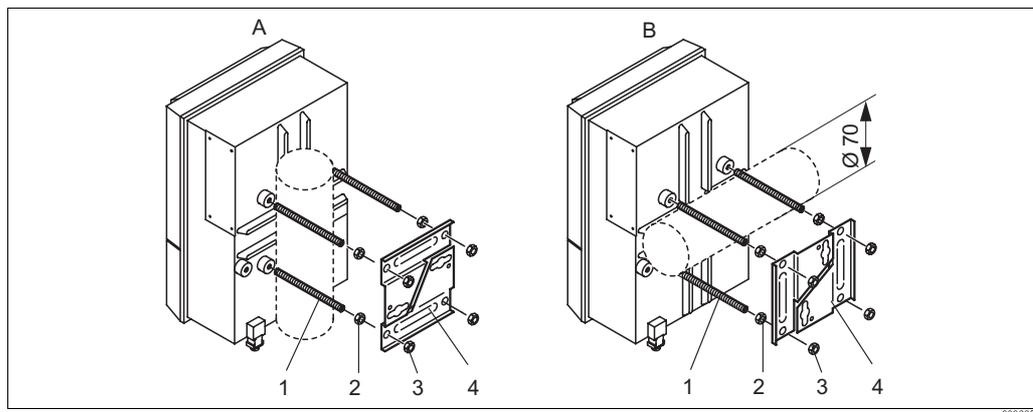

Fig. 12: Montaggio su palina
1. Avvitare le quattro viti di fissaggio (1) all'interno delle prese di misura filettate del trasmettitore.
2. Assicurare ogni vite di fissaggio con un dado (2).
4. Inserire le piastre di fissaggio (4) sulle viti di fissaggio secondo fig. 12.
5. Avvitare un dado (3) su ogni vite di fissaggio e stringere in modo da fissare il trasmettitore alla palina o al palo.